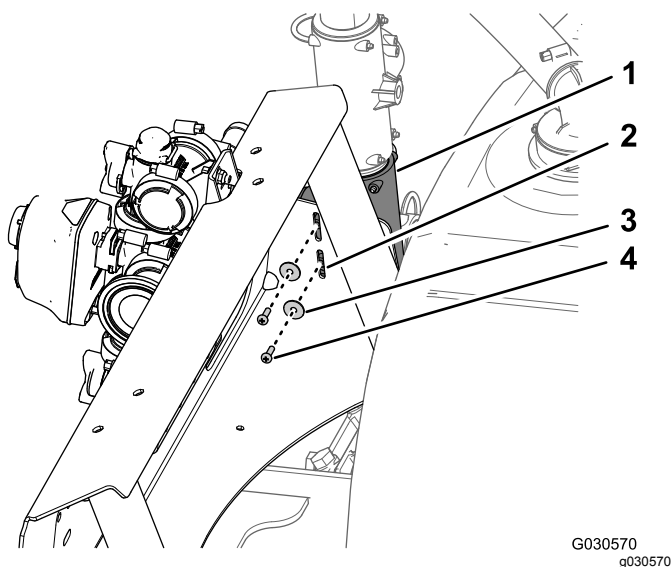

Figura 101
- Sul lato sinistro del supporto del collettore, allineate i fori nel raccordo a T con le scanalature nel supporto del collettore (Figura 101).
5. Fissate il raccordo a T al supporto del collettore (Figura 101) con le 2 viti a testa cilindrica (n. 10 x 5/8") e le 2 rondelle (n. 10) che avete rimosso al passaggio 1 di 18 Rimozione del supporto del collettore per il sistema della sezione a 3 barre (pagina 46).